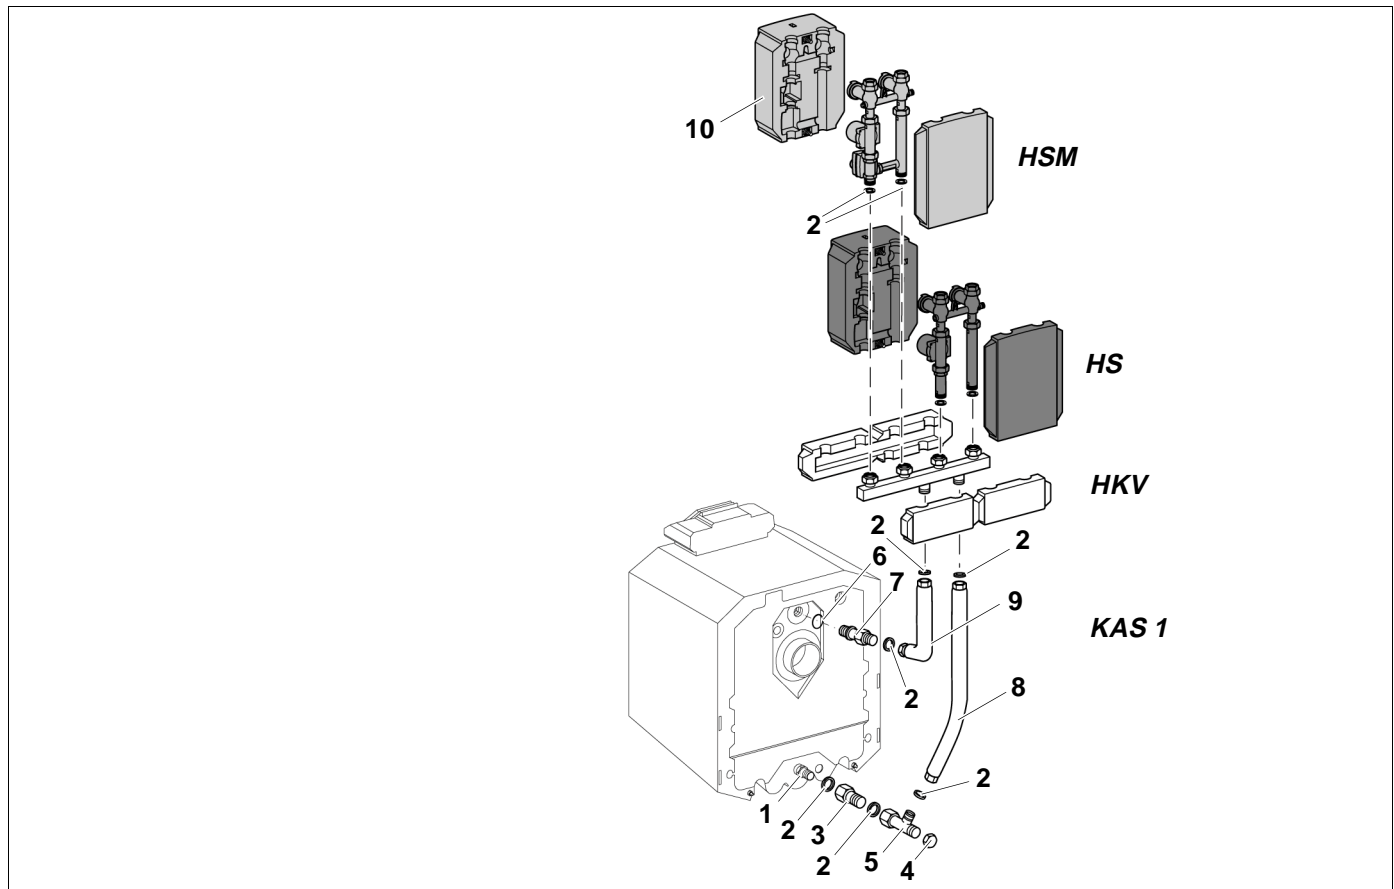

Fig. 4 Montaggio dietro la caldaia con collettore di distribuzione circuito di riscaldamento
Legenda Fig. 4
- Avvitare il tronchetto a vite (7) completo dell'O-Ring (6) nella mandata della caldaia.
- Inserire una guarnizione (2) nel dado di raccordo sul lato corto del tubo di mandata (9). Avvitare leggermente il tubo di mandata con il tronchetto a vite.
- Inserire una guarnizione (2) nel collegamento a vite tra il pezzo di prolunga (3) e il raccordo distributore (1) nel ritorno caldaia e avvitare il collegamento a vite.
- Inserire una guarnizione nel collegamento a vite del pezzo a T (5) e avvitare leggermente quest'ultimo al pezzo di prolunga (3).
- Posizionare il tubo di ritorno (8) con il lato corto rivolto verso il basso sull'uscita laterale del pezzo a T (5), inserire la guarnizione (2), allineare e serrare il collegamento a vite.
- Posizionare in verticale il lato lungo del tubo di ritorno (8) e serrare il collegamento a vite tra il pezzo di prolunga (3) e il pezzo a T (5).
- Nella parte posteriore avvitare il tappo (4) sul pezzo a T (5).
- Avvitare il collettore di distribuzione al set di collegamento caldaia KAS 1 solo come indicato in Fig. 4. Se non viene montato come in fig. 4, il collettore potrebbe non funzionare, poiché si invertono i tubi di mandata e ritorno.
- Montare il kit del circuito di riscaldamento senza miscelatore (HS) o con il miscelatore (HSM) sul collettore secondo quanto indicato in Fig. 4. Quindi serrare i collegamenti a vite e verificare la tenuta.
- Infilare i gusci termoisolanti (10) di entrambi i lati sul rispettivo kit del circuito di riscaldamento e avvitare leggermente con le viti in plastica.